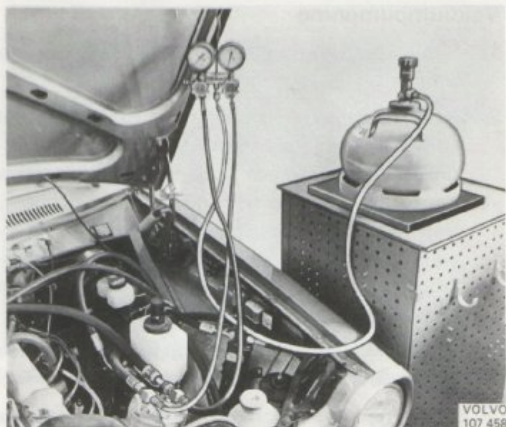

Bild 90. Anslutning av köldmediebehållare
1. Lossa den vita slangen från vakuumpumpen och anslut den till köldmediebehållaren (bild 90). OBS! Köldmediebehållaren får under inga för-